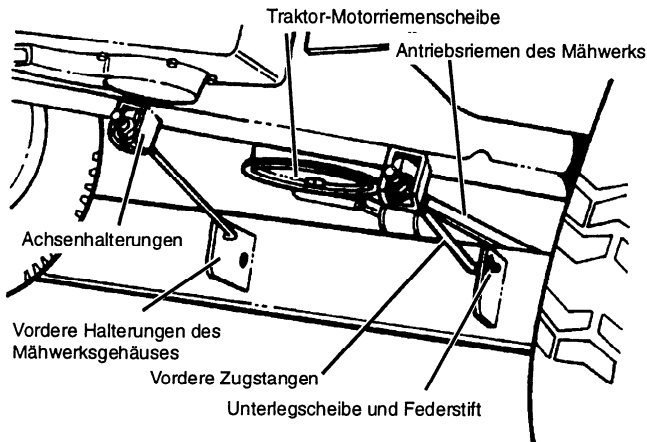

ABBILDUNG 8
- Vordere Zugstangeneinheit aus der Teileverpackung nehmen und durch die Löcher in der Halterung unten an der Vorderachse einsetzen (siehe Abbildung 8).
- Antriebsriemen des Mähwerks auf die Traktor-Motorriemenscheibe, innerhalb der Riemenführungen, positionieren (siehe Abbildung 8 und 9).